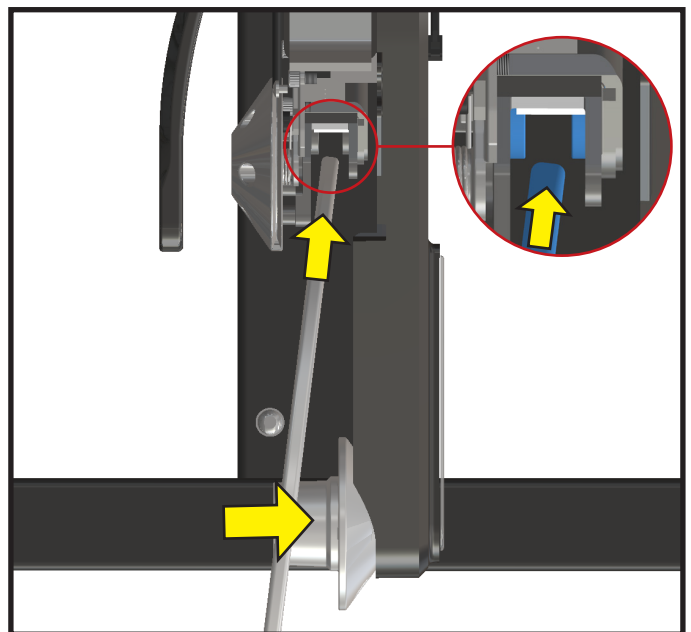

Abbildung 3: Lage der Magnete
2. Schieben Sie das Schwungrad zwischen die zwei Magnete und über die Radnabe (siehe Abbildung 3).